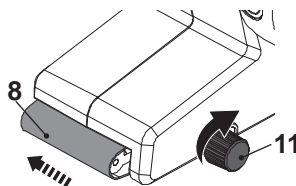

Fig. 5
5. Rode o botão de ajuste de seguimento (7) no sentido contrário ao dos ponteiros do relógio para ajustar o rolo de lixa (8) para a direita (visto da perspetiva do operador) (Fig. 5).